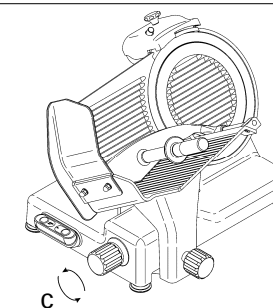

Abb.30
- die Öffnung des Segels überprüfen, indem man den nummerierten Drehgriff vorwärts und rückwärts dreht (Abb.30 Detail c);